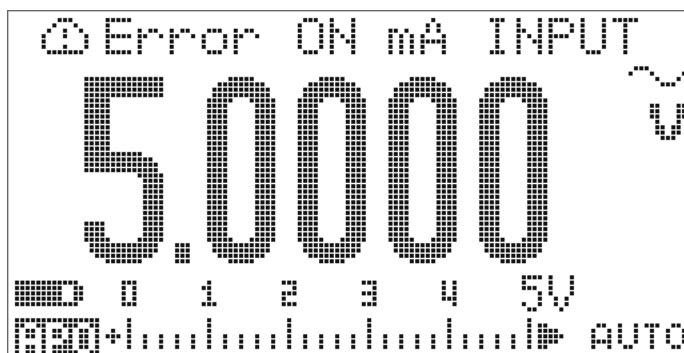

Figure 6-3 Message d'erreur des bornes de charge
**CHG**. Le message d'erreur **Error ON mA INPUT** (reportez-vous à la Figure 6-3) apparaît sur l'affichage secondaire, et un signal sonore continu persiste jusqu'à ce que la sonde positive soit retirée de la borne  **CHG**.